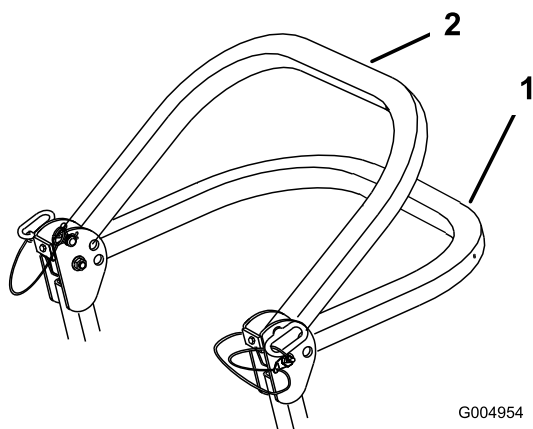

Рисунок 10
2. Опустите защитную дугу в нижнее положение (Рисунок 10).
Примечание: Имеется два нижних положения; см. Рисунок 10.